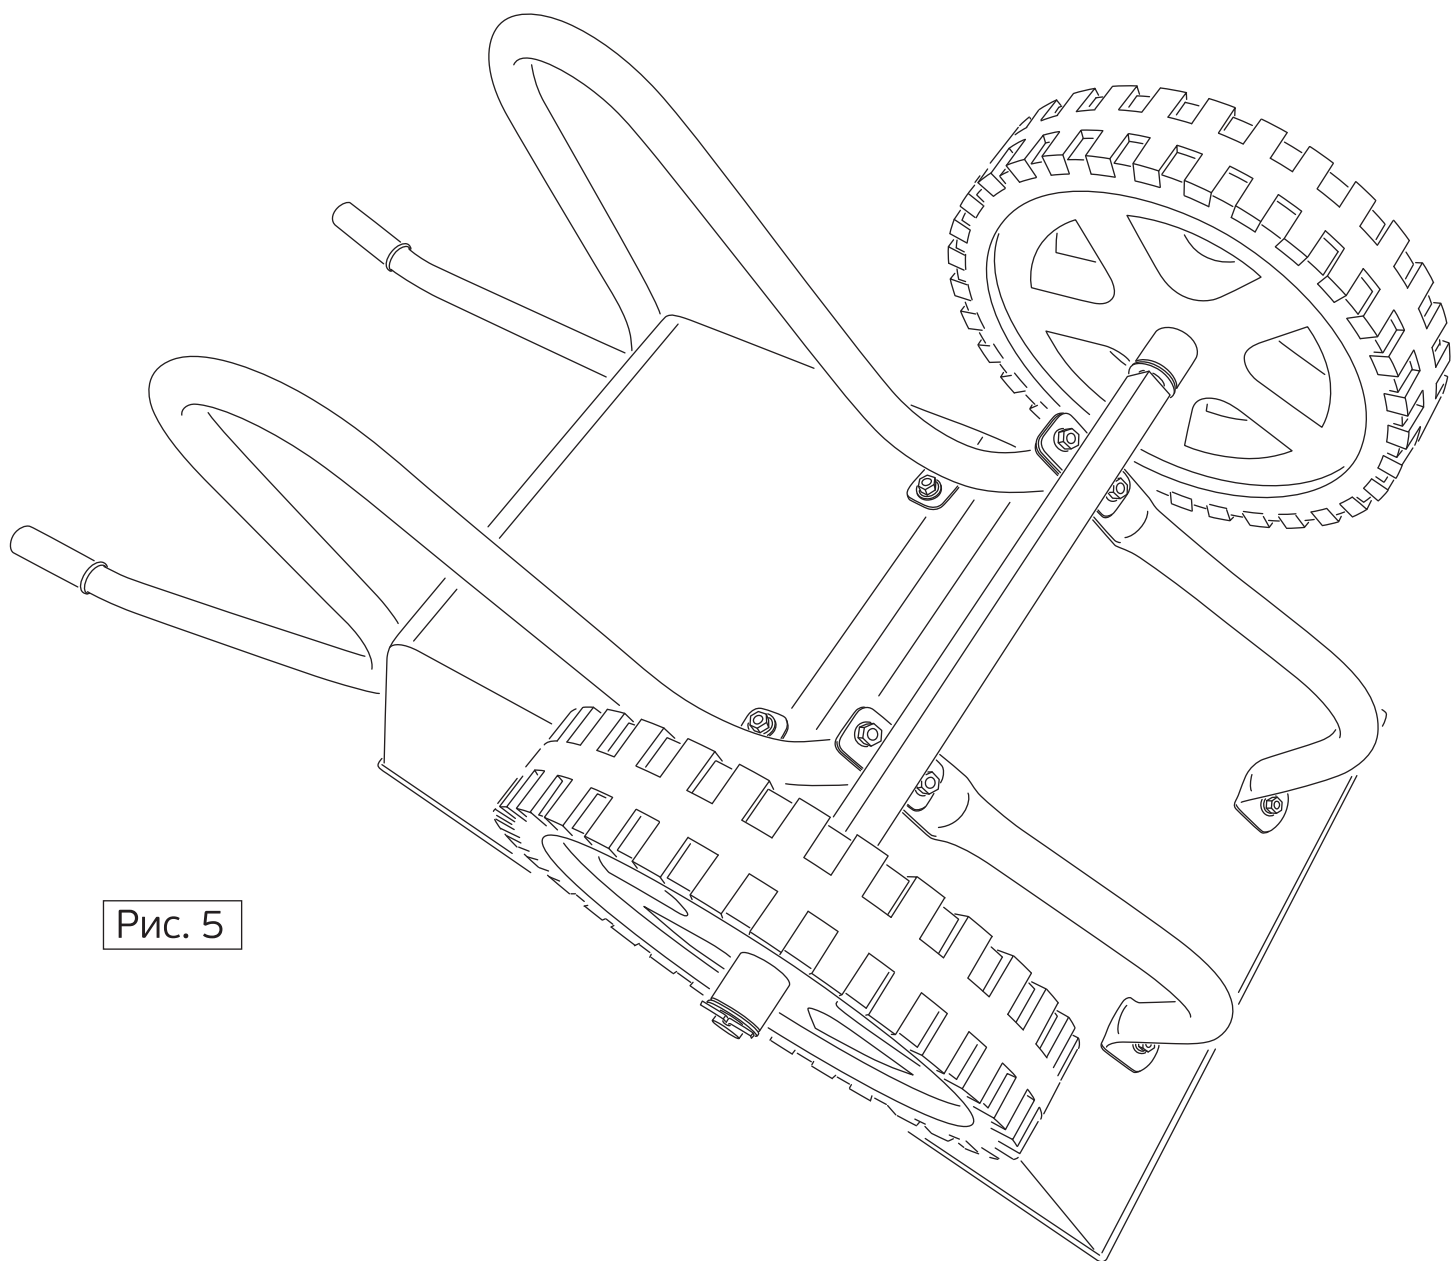

Рис. 5
7. Тачка в сборе изображена на рис. 5